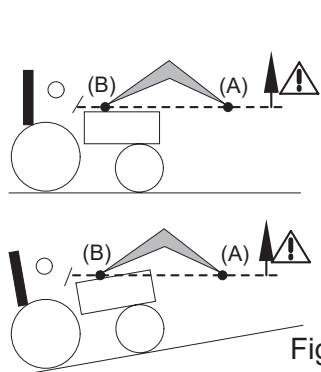

Fig. 2
- În timpul ridicării și deplasării, nu pierdeți din vedere încărcătura din momentul în care punctul de pivotare al benei (A) depășește linia punctului de pivotare al încărcătorului (B) (vezi Fig. 2). Dacă este necesar, corectați poziția benei, astfel încât încărcătura să nu fie îndreptată spre conducător (vezi Fig. 3).
! PERICOL: Dacă încărcătura nu este fixată corespunzător, operatorul este expus pericolului de cădere a încărcăturii atunci când punctul de pivotare al benei (A) depășește orizontal punctul de pivotare al încărcătorului (B) (vezi fig. 2).
PERICOL: Este interzisă înclinarea încărcătorului atunci când punctul de pivotare al benei (A) depășește orizontal punctul de pivotare al încărcătorului (B) (vezi fig. 2).